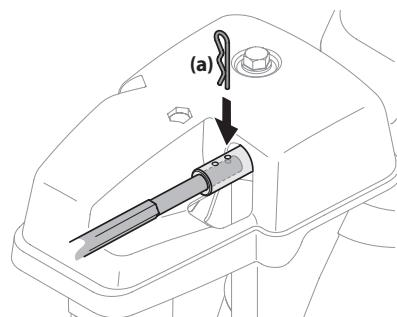

Figura 2-29
- Empuje la varilla de control del canal hacia el tablero de control hasta que el orificio de la varilla quede alineado con el de la entrada del control del canal que esté más cerca del cabezal de control del canal, e inserte el sujetador de horquilla (a) que extrajo en el Paso 1. Consulte Figura 2-29.